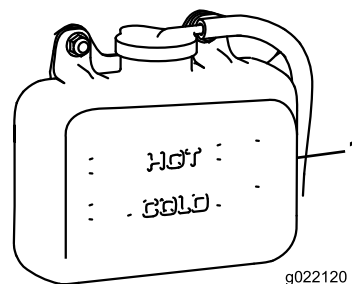

Figura 75
1. Verifique o nível de líquido de arrefecimento do depósito secundário (Figura 75).